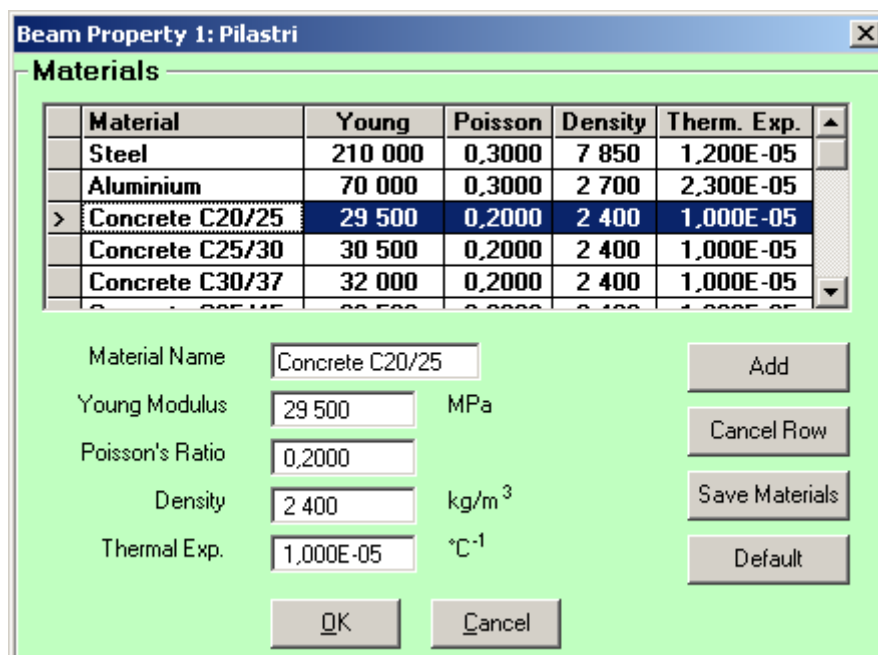

Fig 7
- selezionare Concrete C25/30. *OK* (Fig. 7)